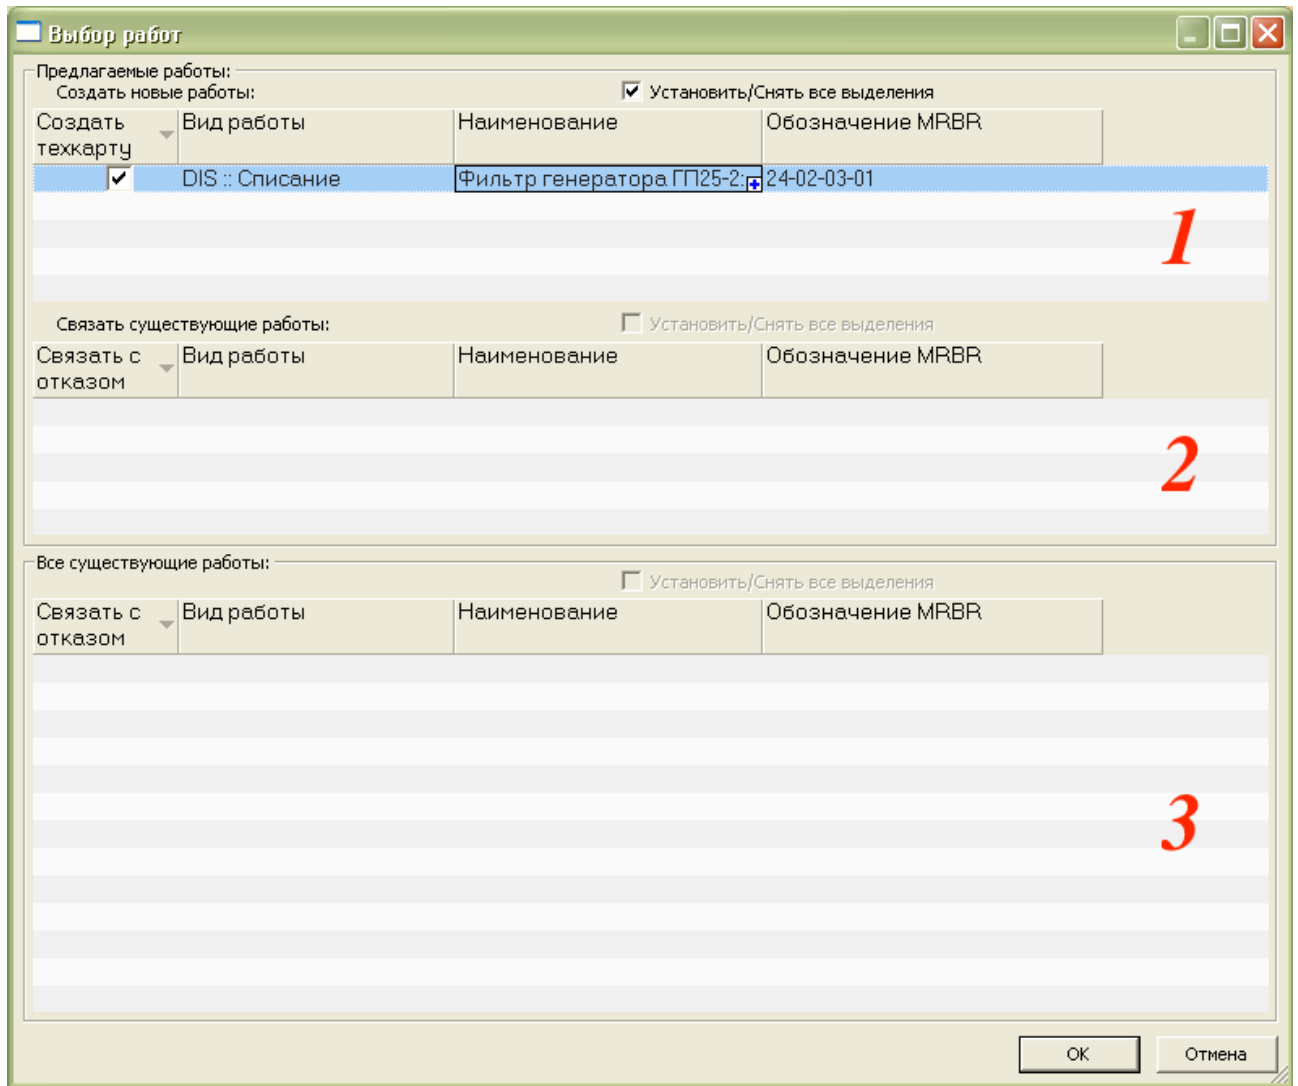

Рис. 11-28 – Диалоговое окно «Выбор работ»
4) В результате откроется диалоговое окно «Выбор работ» (рис. 11-28):
- в верхней части окна (1 на рис. 11-28) перечислены работы, которые предлагается создать автоматически в соответствии с полученными рекомендациями;
- в средней части окна (2) перечислены существующие в БД работы, которые рекомендуется выполнить по результатам MSG-3 анализа;
- в нижней части окна (3) приведены все работы, имеющиеся в БД – как работы, созданные при анализе КО, так и работы, созданные в рабочем окне «Технологические карты».
б) Для установления связи КО с работой, которая уже имеется в БД, необходимо выбрать эту работу в группе рекомендованных работ (2 на рис. 11-28) или в списке всех
существующих работ (3 на рис. 11-28) и установить для нее флаг «Связать с отказом». После этого закрыть диалоговое окно «Выбор работ», нажав кнопку «ОК».